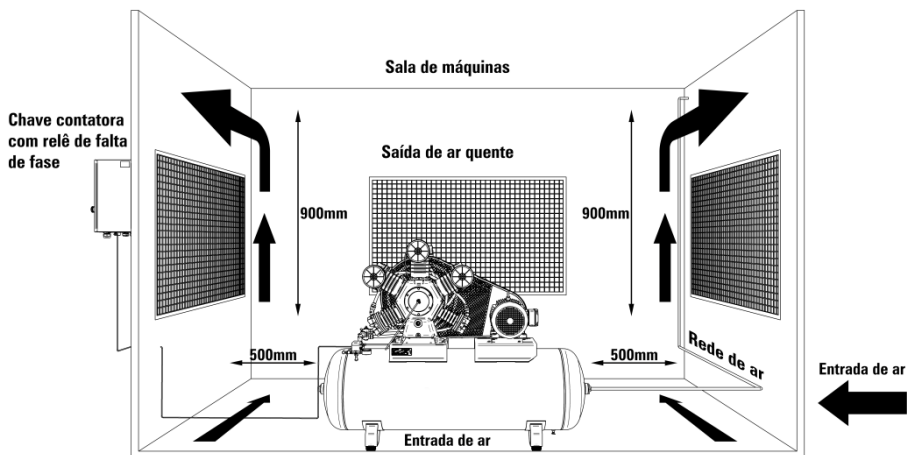

Figura 02 – Instalação
- b) El compresor debe ser instalado sobre pavimento sólido (base de concreto) conforme la figura 02, y horizontal de forma que soporte debidamente el peso del equipo más el peso del líquido (agua).
- c) El tanque de aire NO debe anclarse rígidamente al pavimento, el mismo debe ser instalado **obligatoriamente** con amortiguadores de vibraciones (**cuando el modelo no los incluya**) entre el pie del tanque y la base de concreto, conforme la (figura 02). Estos deben ser los adecuados para el peso y la vibración del producto.
- e) Respetar las distancias mínimas de instalación (figura 02) con el fin de alcanzar una buena ventilación durante el funcionamiento y facilitar el acceso a un eventual mantenimiento e inspección del producto.
- f) La sala de máquinas (figura 02) debe ser un lugar cubierto, con buena ventilación, libre de polvo, humedad, productos químicos o cualquier otro tipo de impureza. Cuando no sea posible, es necesario instalar tubos de succión interna de forma que el aire admitido sea lo más limpio posible para una larga vida útil de su compresor.